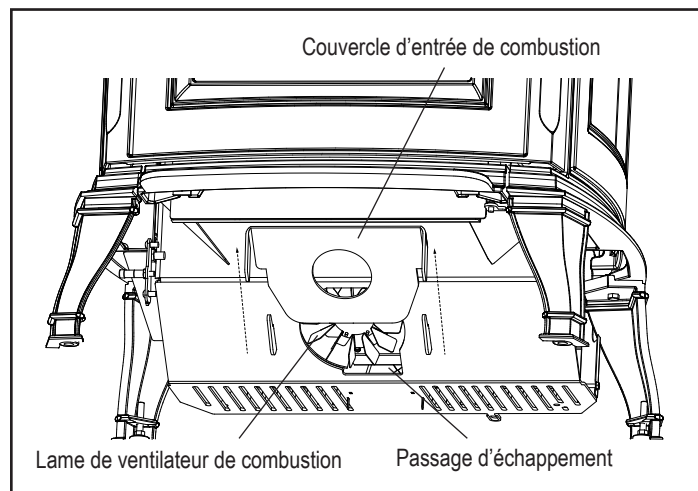

Figure 2.7
Le couvercle d'entrée de combustion se trouve derrière le bac à cendres, qui doit être retiré pour bien nettoyer la pale du ventilateur de combustion. Figure 2.7.
- Retirez le couvercle d'entrée de combustion en le soulevant. Vous aurez ainsi accès à la pale du ventilateur de combustion et au conduit d'échappement. Figure 2.7.
- Nettoyez le conduit d'échappement. Figure 2.7.